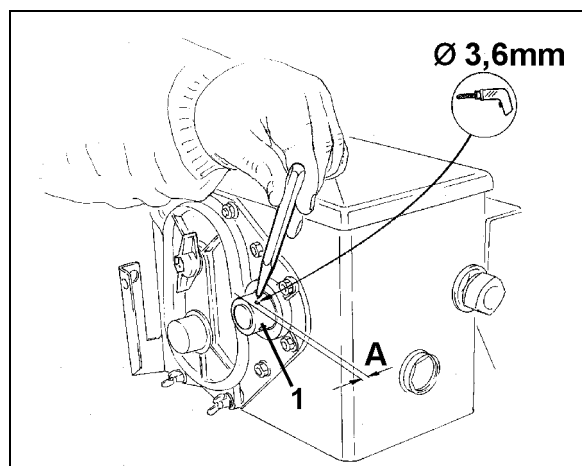

Рис. 10
3. При помощи сверла, входящего в комплект поставки, просверлите отверстие ($\varnothing 3,6$ мм) в пустотелом валу редуктора (Рис. 10/1).
Расстояние **A** (смотрите Рис. 10) от края пустотелого вала к центру отверстия составляет 5 мм. Накерните отверстие.